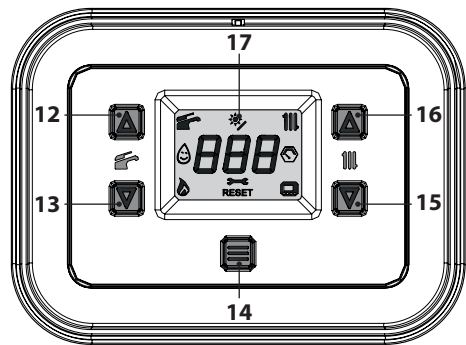
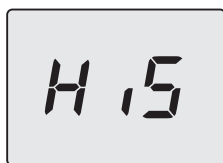
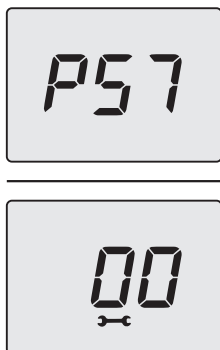

Рисунок 5.25
Рисунок 5.26
Рисунок 5.29
- Войдите в «режим программирования», нажав одновременно и удерживая в течение 5 секунд кнопки 13 и 15 (Рисунок 5.25), до появления на ЖК-дисплее надписи **HiS**, указывающей меню «Хронология котла» (Рисунок 5.26).
- Нажмите на 1 сек. кнопку 14 (Рисунок 5.25) для входа в выбранный параметр. На дисплее отображается следующее изображение (Рисунок 5.29).
- Нажав кнопку 14 (Рисунок 5.25), можно подтвердить введенное значение. На дисплее в течение 5 сек. отображается следующее изображение (Рисунок 5.31), после чего происходит переход на верхний уровень.
- При одновременном нажатии кнопок 13 и 15 (Рисунок 5.25) происходит выход без изменения значения (возврат к предыдущему уровню).
- удерживать кнопки 13 и 15 в течение 5 сек. (Рисунок 5.25) (возврат на предыдущий уровень).